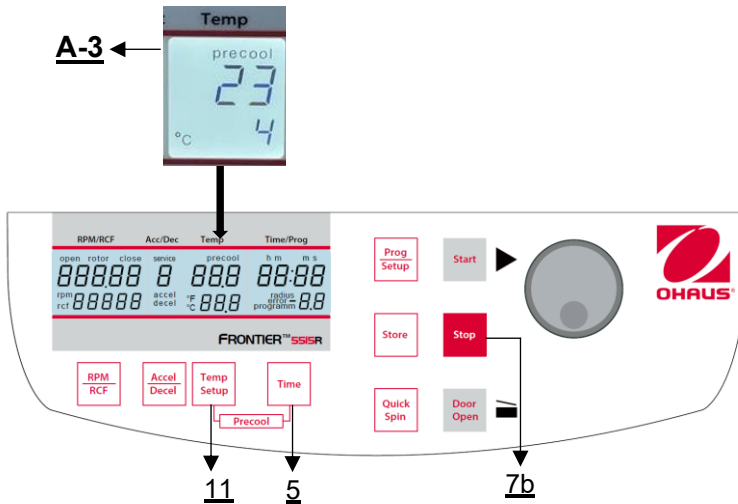

Abbildung 20
Wenn die Proben temperaturempfindlich sind, ist es sinnvoll, die Zentrifuge, den Rotor und eventuell die Becher auf die gewünschte Arbeitstemperatur vorzukühlen. Setzen Sie dazu den gewünschten Rotor ein und stellen Sie die entsprechende Temperatur vor. Durch gleichzeitiges Drücken der Tasten **"Temp/Setup"** (11) und **"Time"** (5) können Sie den Lauf starten (**Abbildung 20**). Während des Laufs wählt das Gerät automatisch eine Drehzahl, die 30 oder 50 % der zulässigen Drehzahl des jeweiligen Rotors entspricht (je nach Rotor). Nach Erreichen der voreingestellten Temperatur können Sie den Vorkühllauf mit der Taste **"Stop"** (7b) verlassen.